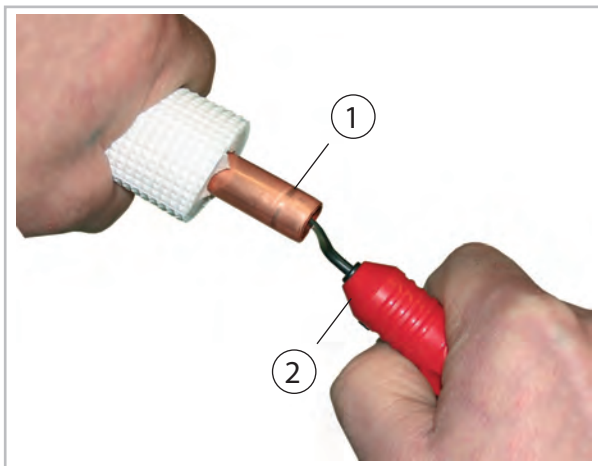
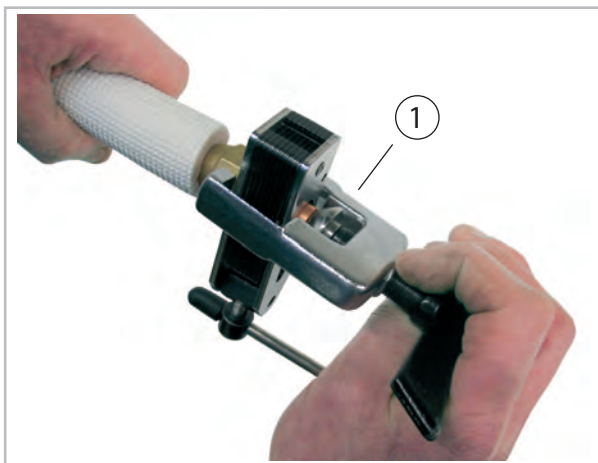

Abb. 18: Entgraten der Kältemittelleitung
Abb. 19: Bördeln der Kältemittelleitung
8. ➤ Bearbeiten Sie die verlegten Kältemittelleitungen wie im Folgenden dargestellt (Abb. 18 und Abb. 19).